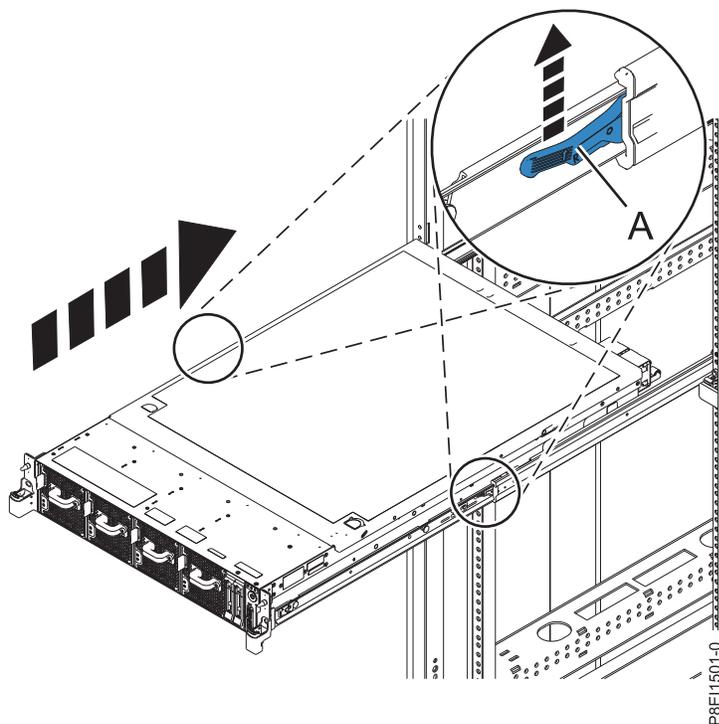

Figura 43. Colocación del sistema en la posición operativa
1. Desbloquee los pestillos de seguridad de los rieles azules (A) levantándolos hacia arriba.
2. Alinee la unidad del sistema en los rieles y empuje la unidad del sistema de nuevo en el bastidor hasta que ambos pestillos de cierre queden bloqueados. Consulte Figura 43.